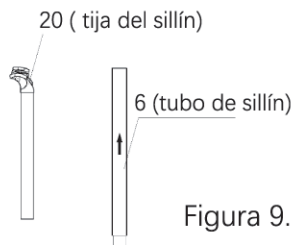

Figura 9.
a. Asegúrese de que haya sacado la parte 20 de la parte 6, como se muestra en la Figura 9.